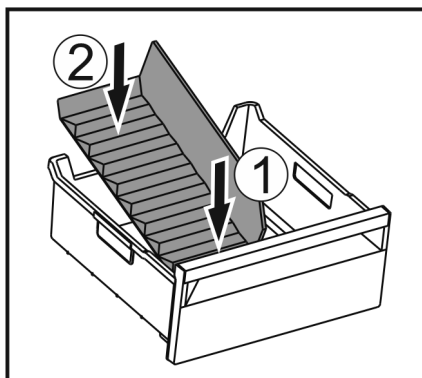

Fig. 212
► Установите переднюю часть разделителя отделения для льда. Fig. 212 (1)
► Опустите заднюю часть разделителя отделения для льда на дно выдвижного ящика. Fig. 212 (2)